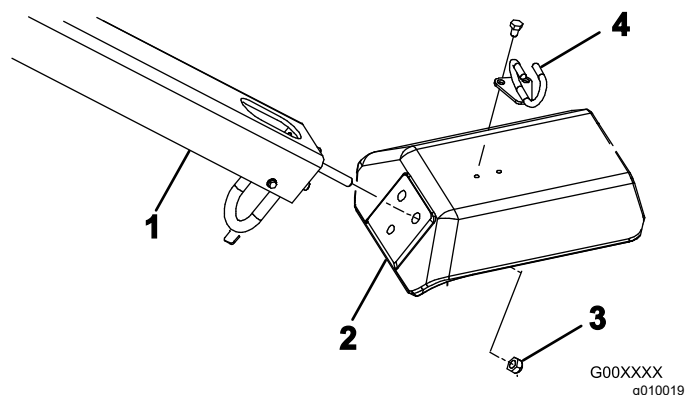

図 4
2. フォークの穴にハンドル取り付け用スタッドを差し込む 図 4。
3. ロックナット 1/2" 3 個を使って、ハンドルスタッドをフォークに固定する 図 4。
5. ボルト 5/16 x 1/2" 2 本を使って、ケーブルガイドをフォークの上部に取り付ける 図 4。